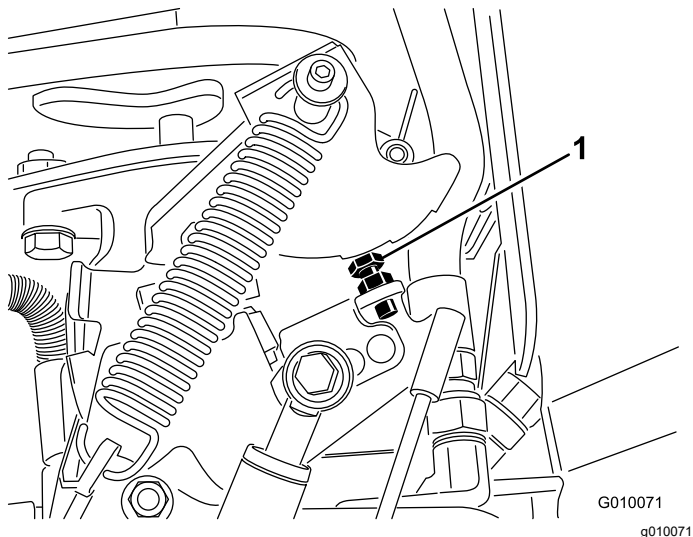

图 70
6. 如果需要进行调节转动泵止动螺栓图 70 使其更接近限位板以缩短打孔间距或将止动螺栓转离限位板以增大打孔间距。